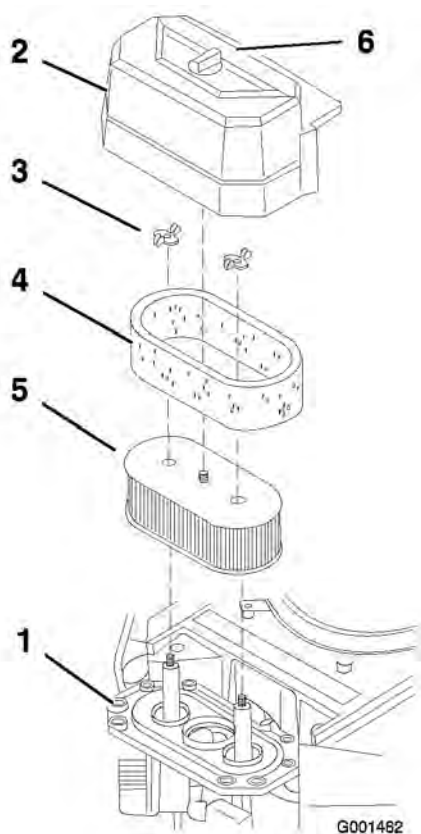

Figura 28
3. Limpie alrededor del limpiador de aire de forma que la suciedad no penetre en el motor y cause daños (Figura 28).
4. Desenrosque el pomo de la cubierta y retire la cubierta del limpiador de aire (Figura 28).
5. Desenrosque las 2 tuercas de orejeta y retire el conjunto del limpiador de aire (Figura 28).
6. Retire cuidadosamente el filtro de gomaespuma del filtro de papel (Figura 28).
1. No limpie el filtro de papel. Cámbielo cada 200 horas de funcionamiento (Figura 28).
1. Deslice cuidadosamente el filtro de gomaespuma sobre el filtro de papel (Figura 28).
2. Coloque el conjunto del limpiador de aire sobre la base del limpiador de aire y fíjelo con 2 tuercas de orejeta (Figura 28).
3. Coloque en su posición la cubierta del limpiador de aire y apriete el pomo de la cubierta (Figura 28).